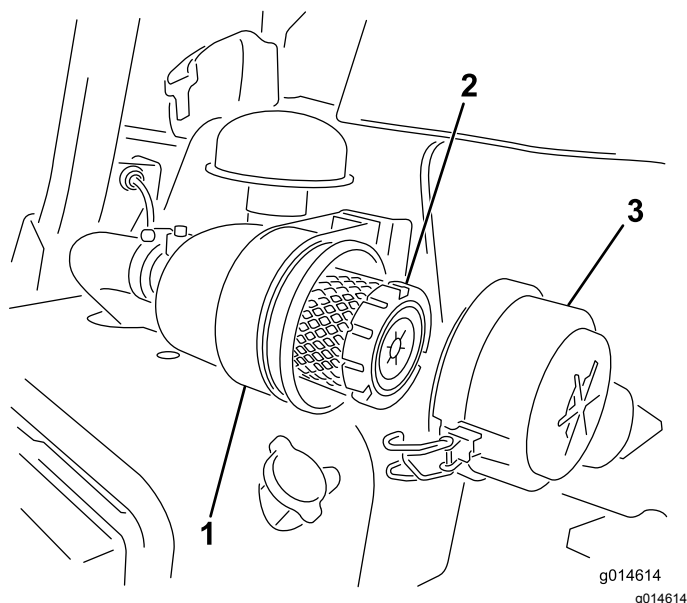

図 42
- エアクリーナのカバーをボディーに固定しているラッチを外す(図 42)。
- ラッチをしっかりと掛ける(図 42)。